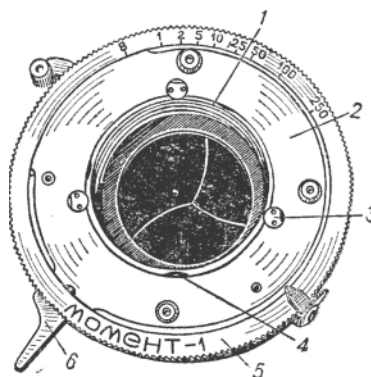
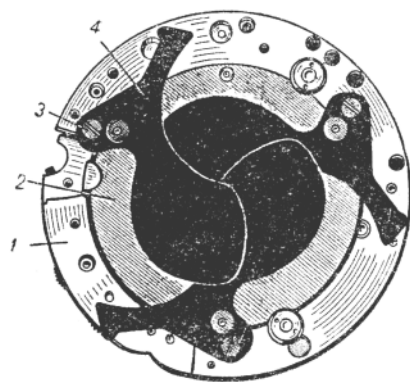

Рис. 35. Затвор «Момент-1».
Рис. 37. Основание затвора и лепестки.
Спуск затвора производится поворотом рычага 6 (рис. 35), который приводится в действие специальным механизмом, состоящим из целой системы рычагов. Механизм состоит из спуско-
вает спусковой рычаг 6 затвора (рис. 35). После спуска затвора Система рычагов под действием пружины 2 (рис. 34) возвращается в исходное положение.
3. **Спуск затвора не происходит,** хотя система механизма спуска работает правильно. В первую очередь, нужно проверить исправность затвора. Для этого производят спуск затвора, поворачивая пальцем рычаг 6 (рис. 35). Если затвор исправен, значит механизм спуска, а точнее плато 4 (рис. 34) не поворачивает рычаг 6 (рис. 35) на столько, сколько необходимо для спуска затвора. Рычаг 6 нужно повернуть на определенный угол, иначе спуск затвора не произойдет.
Затвор крепится к объективной панели гайкой и штифтом. Если крепежная гайка Ослабевает и затвор незначительно смещается, то плато 4 (рис. 34) не может выжать до необходимого положения спусковой рычаг 6 затвора (рис. 35), а он недостаточно поворачивает собачку 6 (рис. 36,а).
Если затвор не сместился и хорошо укреплен, а спуск не происходит, следовательно, деформировалось плечо рычага 6 (рис. 35). В этом случае нужно разобрать лицевую сторону затвора и устранить деформацию рычага. Однако это трудоемкая работа, после которой необходима юстировка объектива и дальномера. Поэтому можно (очень осторожно) подогнуть плоскогубцами конец рычага 6 в направлении плато 4 (рис. 34),
Удалив все детали, относящиеся к объективу и дальномеру, приступают к разборке затвора. Механизм затвора заключен в корпус и закрыт сверху круглой накладкой 2 (рис. 35). Чтобы снять ее, нужно открыть три замка 3, повернув их в любую сторону ключом или пинцетом. Затем накладку поворачивают до совмещения ее выступов (их три) с пазами 4 и снимают ее. Кольцо 5 предназначено для установки необходимой выдержки.
При снятом кольце 5 видны все основные детали затвора (рис. 36,а). На тубусе основания затвора надето заводное кольцо 2 с рукояткой. На кольце имеются заводная пружина 7 (более отчетливо она видна на рис. 36,в) и подвижный рычаг 12 (рис. 36,в). Механизм замедления 5 (рис. 36,а) укреплен тремя винтами на осях установлены спусковой рычаг 9 с двумя вырезами, спиральная пружина 11 и рычаг 10'; одним винтом укреплен кронштейн с собачкой 6; на оси расположена кулиса 1; винтом укреплен рычаг S; с обратной стороны механизма (см. рис. 37) установлено кольцо-кулиса и лепестки затвора 4.
Лепестки затвора поворачиваются на осях-винтах уступами 3 (рис. 37). На каждом лепестке есть штифт, который входит в шлиц кольца-кулисы 2. При повороте кольца-кулисы на $5-7^\circ$ лепестки затвора полностью открываются.
Кольцо-кулиса 2 связана с кулисой / (рис. 36,а) механизма затвора с помощью пальца, который проходит через отверстие в основании затвора 1 (рис. 37, отверстие овальной формы показано на рис. 36,в). Кулиса 1 (рис. 36,а) имеет два плеча к поворачивается на оси. На узкое плечо опирается тонкая пружина из струны. Если взять пальцем за узкое плечо кулисы / и повернуть ее, повернутся и откроются лепестки затвора; если освободить кулису, лепестки закроются. Эту же работу выполняет кольцо 2. Чем быстрее движется кольцо, тем скорее поворачиваются лепестки затвора.
Полная разборка затвора проводится в следующей последовательности: открывают замки 3 (рис. 35), снимают накладку 2 и кольцо выдержек 5; освобождают пружину 7 (рис. 36,а) и снимают заводное кольцо 2\ спусковой рычаг 9; рычаг 10\ пружину 11\ затем отвинчивают три винта на задней стороне корпуса и вынимают внутренний корпус 1 (рис. 37), на котором крепятся все перечисленные выше
деформировались головки винтов крепления кольца кулисы 2 (рис. 37) и ее движение затрудняется;